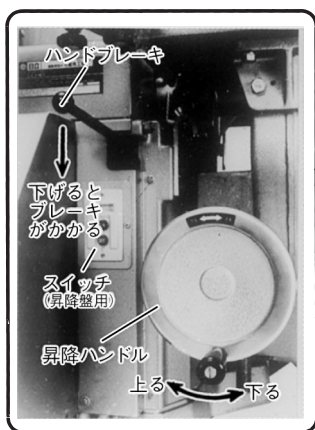

図 41
- (2) 昇降ハンドルを右にまわし昇降テーブルを一番上にあげます。(図41参照)